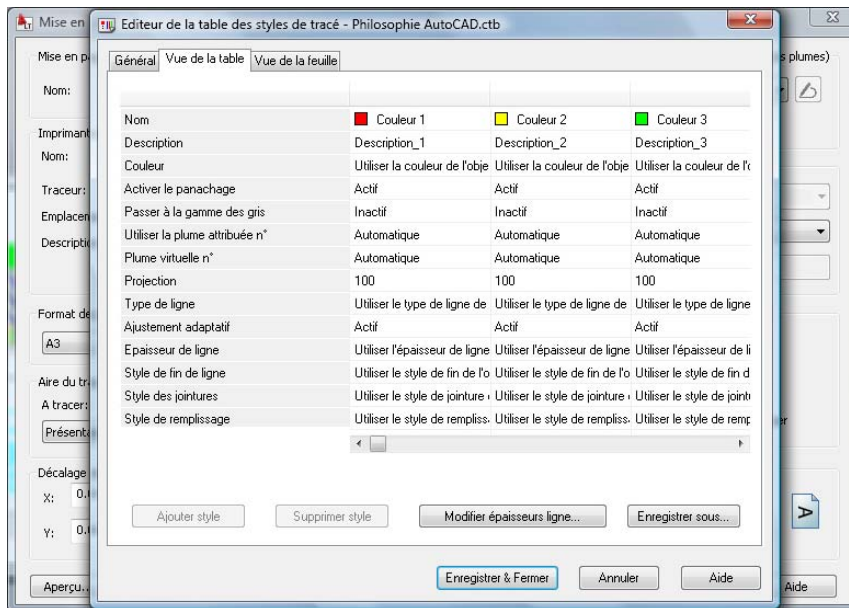

Figure 6.50
- À la Figure 6.50, l'onglet Vue de la table est actif. Le principe est exactement le même que pour l'onglet Vue de la feuille. Seules la disposition et l'organisation des renseignements et des paramètres changent.